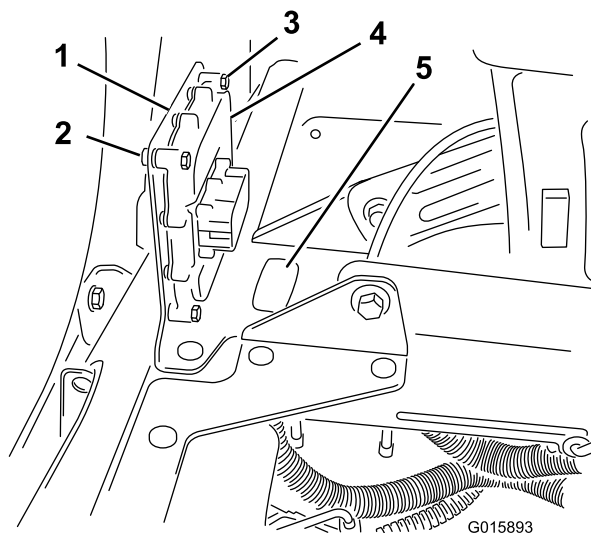

図 15
1. 5800の場合は打ち抜き用プラグを打ち抜いて外す図 15。
6. 機体の座席フレームに二つの座席の間の後部、すでに金具がついているブラケットを取り付ける図 15。